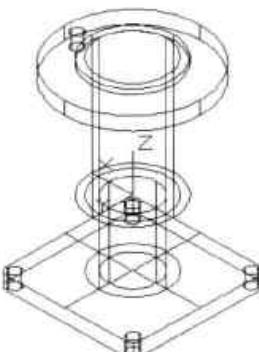

图13-61 绘制圆柱体
**Step14** 执行“圆柱体”命令，指定圆心坐标为(33, 0, 63)，绘制直径7mm、高8mm的圆柱体，如图13-61所示。